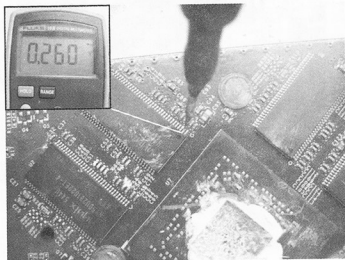

图 5-65 正常值 260
(4) 然后使用万用表二极管挡打显存的数据位，正常值为 260，如图 5-65 所示。